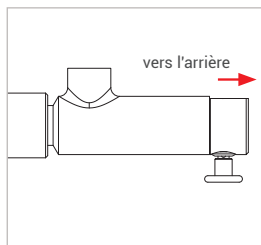

Figure 10
- ▶ Tirez légèrement sur le connecteur (flèche rouge Figure 10) dans le sens inverse du raccordement pour s'assurer de sa bonne fixation.